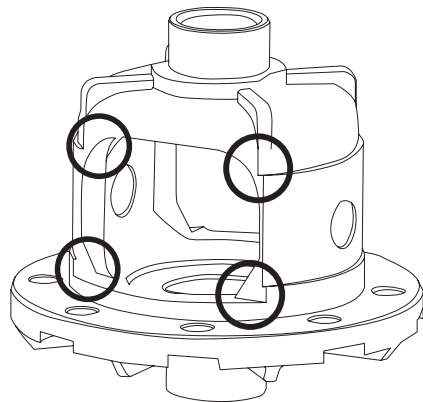

Рис. 3
5. В местах, отмеченных на **Рис. 3**, необходимо снять часть металла, используя круглый напильник.